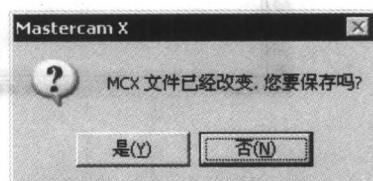

图 1-14 文件保存提示对话框
在 Mastercam 启动后，系统按其默认配置自动创建一个新文件，用户可以直接进行图形绘制等操作。若已经在编辑一个文件，要新建另一个文件，可选择菜单中的“文件”→“新建文件”命令，如果当前文件没有保存，系统会出现如图 1-14 所示的提示对话框。单击“是”按钮，则保存当前文件；单击“否”按钮，则放弃保存。
(3) 选择文件后, 单击 按钮或双击所选文件, 将在图形窗口中打开该文件。此时, 如果当前文件没有保存, 系统将弹出如图 1-14 所示的对话框提示是否保存当前文件。
(4) 在文件列表窗口中右击鼠标, 在弹出的右键菜单中选择“最近打开过的文件”或“最近打开过的文件夹”命令, 可以列出最近使用过的大多数文件, 用户可以很方便地进行选择。